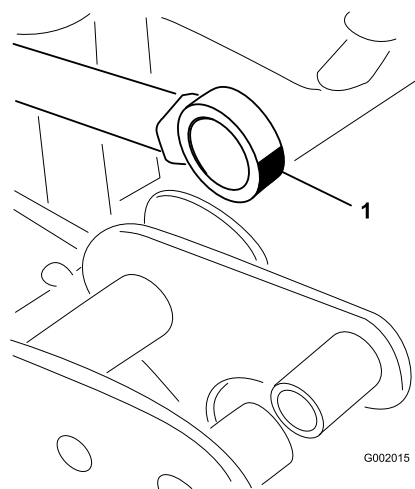

図 72
5. アクチュエータロッドのベアリング端部を動かしながらベアリング内部にグリスを注入する 図 72。